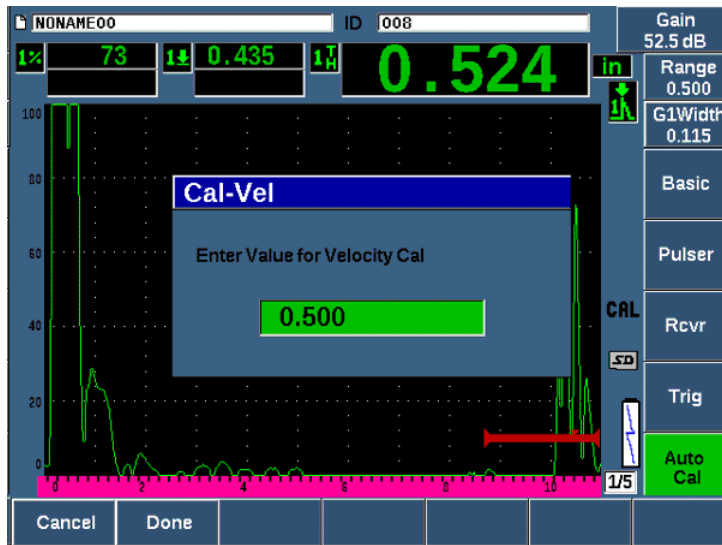

Figura 9-9 Inserimento del valore dello spessore per la taratura della velocità
16. Nel campo **Tar. Vel.** regolare il valore in modo che corrisponda allo spessore noto dell'indicazione rilevata dal gate (0,500 in. in questo esempio), e in seguito selezionare **Esegui** (Done) per completare il processo di taratura (vedere Figura 9-9 a pagina 183).